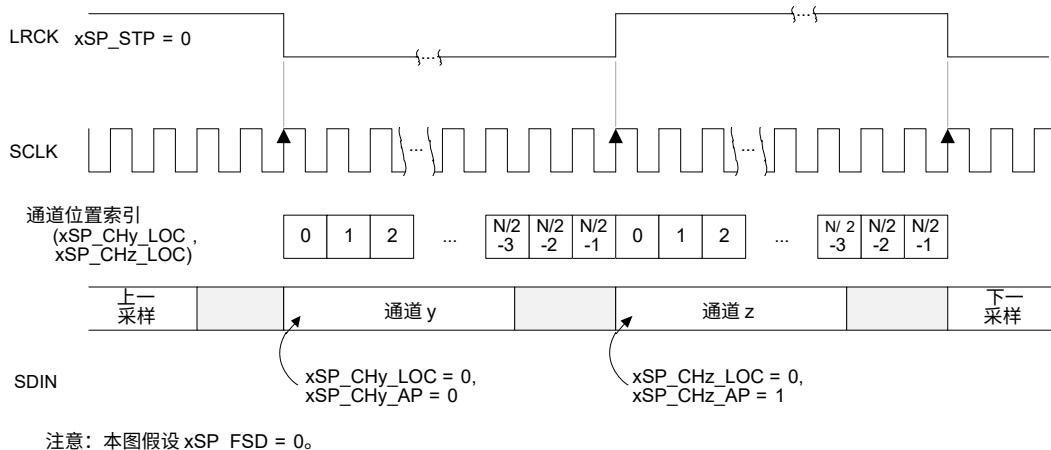

图 4-26。50/50 模式示例 (ASP_STP = 0)
- 当 $xSP_STP = 0$ 时，帧在 LRCK/FSYNC 从高电平跳变至低电平时开始。50/50 模式示例见图 4-26。TDM 模式的行为类似。